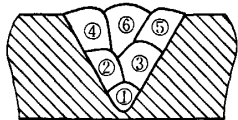

图2 ①~⑥为焊接顺序
(1) 焊前预热 焊前将坡口周围预热, 温度为 200~250℃, 以缩小焊缝与工件的温差。能使工件与焊缝的温差缩小, 减慢冷却速度, 防止热影响区产生淬硬组织, 并可有效地防止裂纹的产生。
(2) 焊条烘干 将铸铁焊条铸 308, $\phi 3.2\text{mm}$ 。焊前经 150℃ 左右烘焙 2h。
(3) 焊接顺序 合理的焊接顺序如图 2 所示。采用焊条电弧焊, 电流为 90~100A, 直流正接。
(4) 采用多层多道焊 补焊工件较厚, 坡口截面较大, 采用多层多道焊。焊缝截面较大, 产生的收缩应力很强, 容易形成焊缝剥离。故采用合理的焊接顺序, 如图 2 所示。